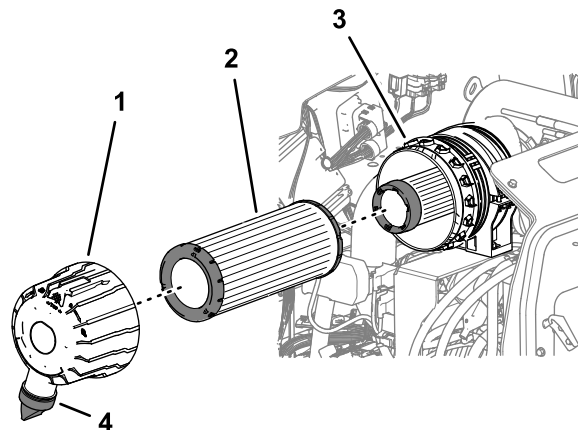

Figura 53
3. Togliete il filtro primario dell'aria (Figura 53).